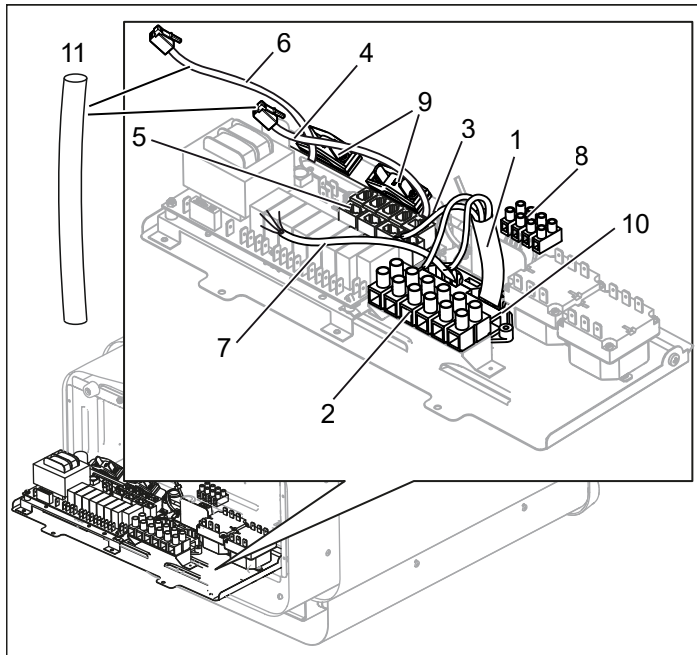
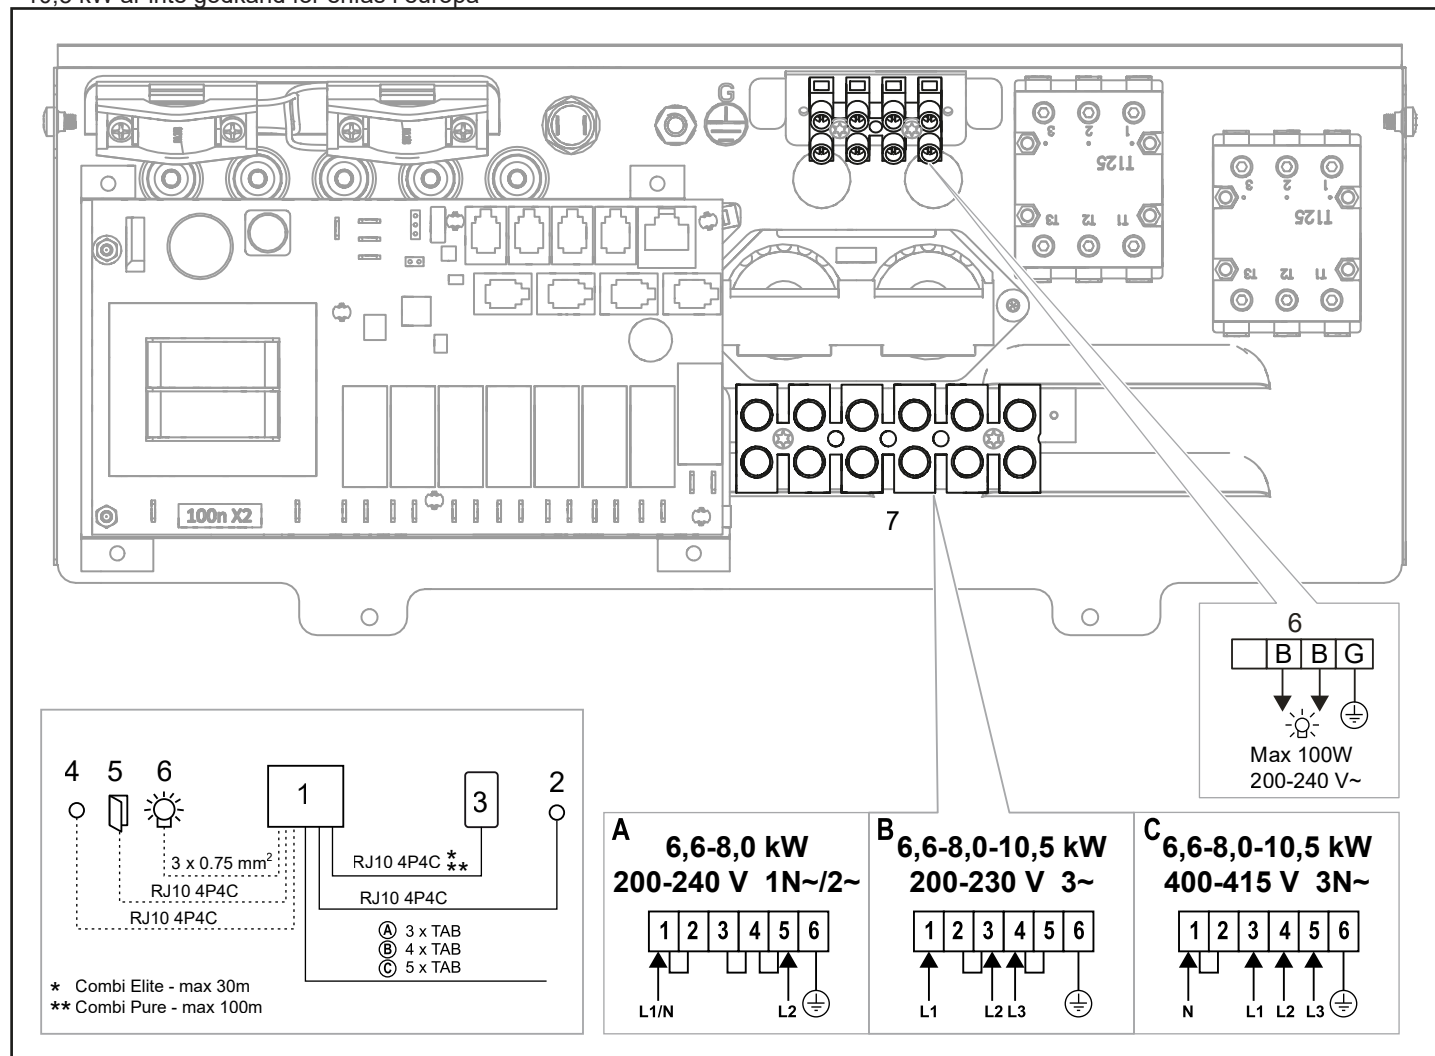
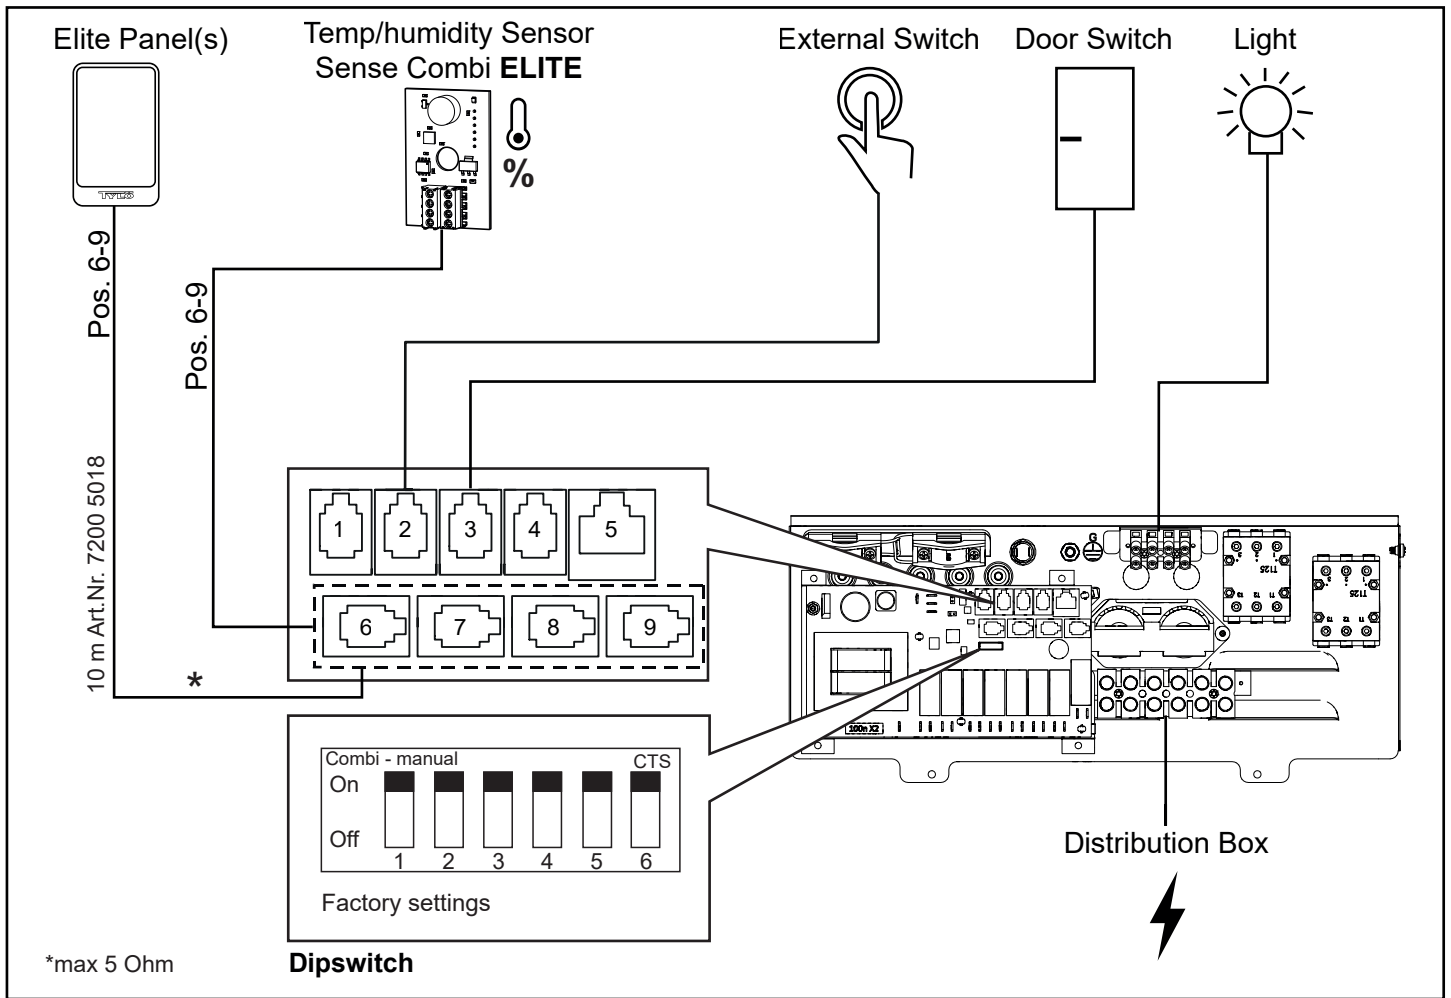

Fig 10: Kretskortet
Fig 17: Kopplingschema
Fig. 19. Schematisk installation Sense Combi Elite
4. Anslut elkabeln (se Fig 10) enligt kopplingschema (se Fig 17).
5. Dra kablar för manöverpanel och temperatursensor genom kabelgenomföringarna (se Fig 10). Anslut manöverpanelens kabel i en av de fyra RS485-kontakterna (position 6-9) (se Fig 19, 20).
Combi Elite: Anslut fukt- och tempsensorns kabel i en av de fyra RS485-kontakterna (position 6-9) (se Fig 19).
7. Anslut eventuell kabel till belysning (se Fig 10), enligt kopplingschema (se Fig 17).
Vid inkoppling till spänningar eller fas-tal, som inte anges i kopplingschema Fig 17, kontakta Tylö kundservice.